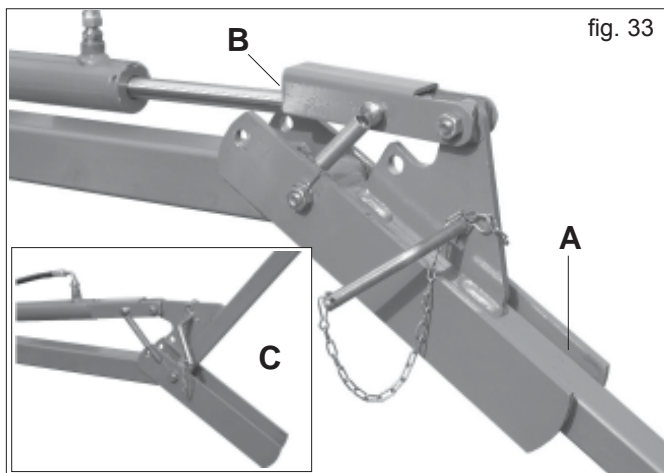

fig. 33
- 3) Actionner l'installation oléodynamique en amenant les bras de la herse en fin de course (A Fig. 33).
- 5) Vérifier que l'étrier de blocage est bien positionné le long de la tige du cylindre (B Fig. 33).